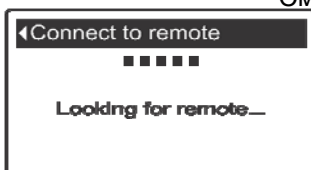

РИС. 19
9. Убедиться, что дисплей умягчителя все еще показывает экран на Рисунке 18. Нажать кнопку ВЫБРАТЬ (O) на умягчителе для отображения экрана «Поиск пульта дистанционного управления» (См. Рисунок 19).